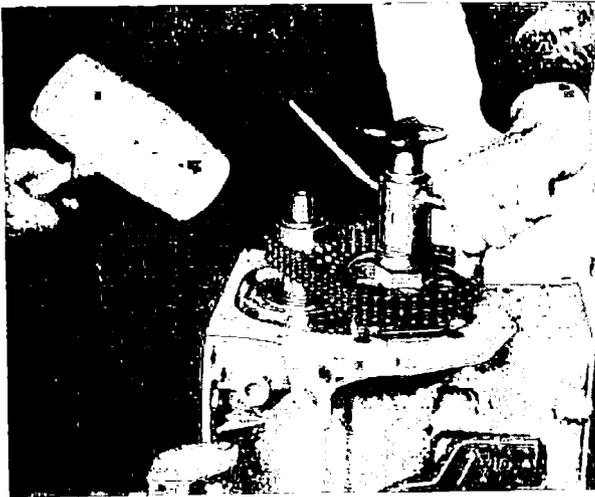

Abb. 28. Montage der Nockentrieb-Kettenzahnräder
14. Zum Aufziehen des Kettenrades an der Nockenwelle muß die Spezial-Aufziehvorrichtung Ac Eca 796 verwendet werden, da sonst bei Auftreiben des Kettenrades die Gefahr besteht, daß sich der Verschlußpfropfen in der rückwärtigen Wand des Motorblockes lockert und infolgedessen am gelockerten Pfropfen Öl ausfließt. Während des Aufziehens des Nockenwellenkettenrades wird gleichzeitig das Kurbelwellenkettenrad durch mäßiges Beklopfen aufgetrieben, so daß die Kette sich nicht verkreuzt (Abb. 28).